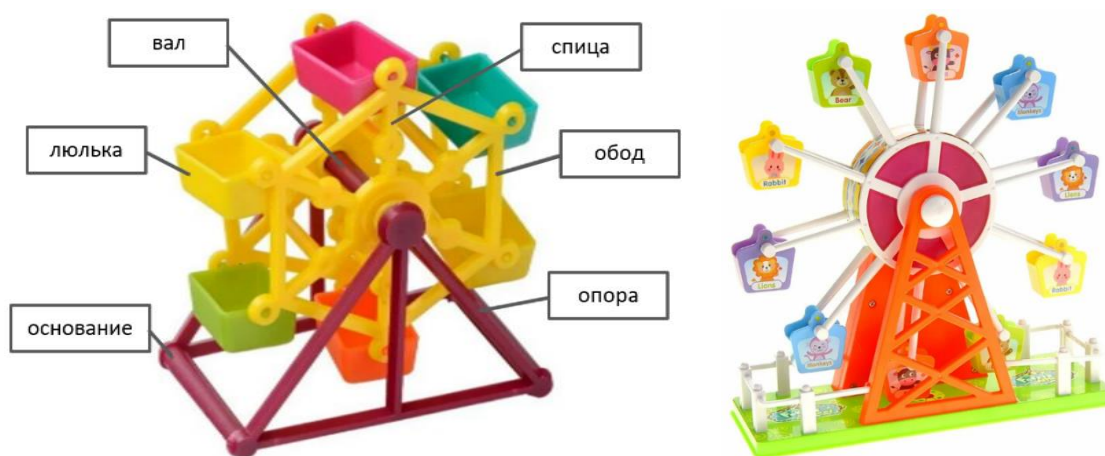

Рис.1. Варианты игрушки «Колесо обозрения»
- ✓ модель колеса обозрения функциональна (подвижна), состоит не менее чем из трёх элементов: основания с опорами, колеса (из ободьев и спиц), набора люлек, – см. Рис.1), прочая детализация – на усмотрение участника;
- ✓ основание с опорами может быть представлено устойчивой рамой, декоративные элементы (например, как ограда на Рис.1 справа) – на усмотрение участника;